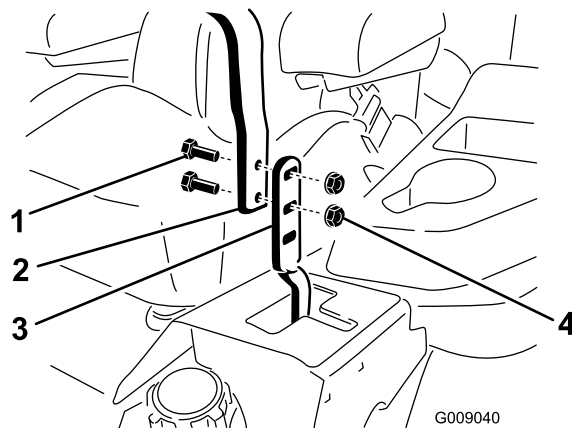

Figura 60
3. Allentate i bulloni e i dadi delle flange montati sulle leve (Figura 60).